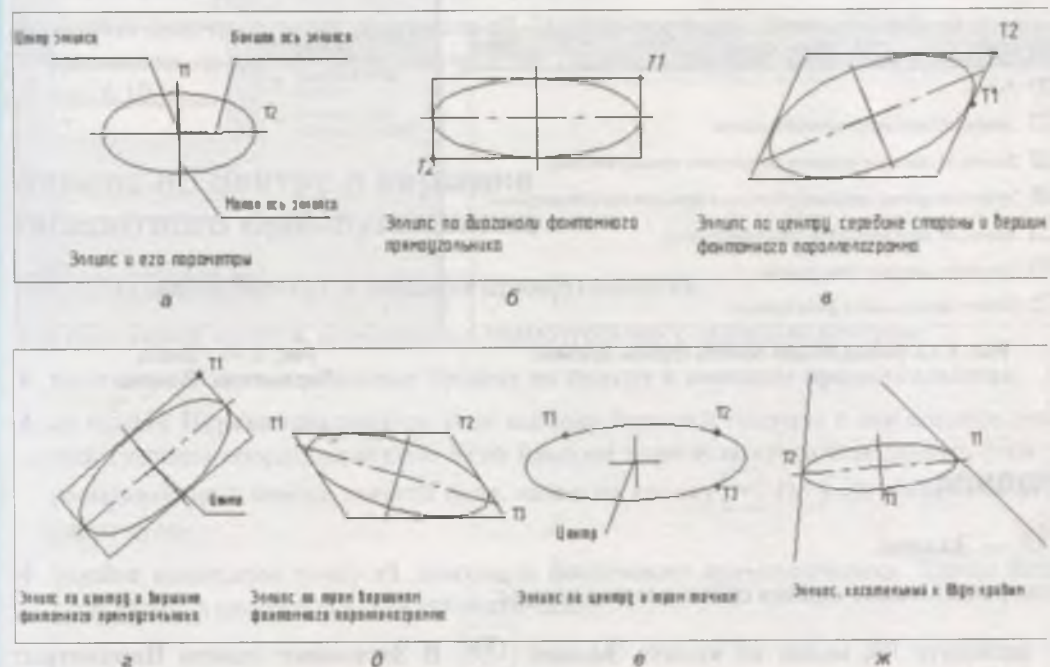

Рис. 6.12. Параметры эллипса и способы построения
Прежде чем приступить к построению эллипса, необходимо уяснить основные параметры эллипса (координаты центра, направление и размер большой и малой осей) а также вспомнить способы построения эллипсов (рис. 6.12).
- ◆ задайте конечную точку диагонали **t2**. Эллипс построен. Длины полуосей система рассчитала автоматически. Построение эллипса данным способом показано на рис. 6.12, б.
- ◆ задайте точку **t2** вершины параллелограмма. Длины полуосей система рассчитала автоматически. Построение данным способом показано на рис. 6.12, в.
- ◆ задайте положение вершин **t1**, **t2**, **t3** параллелограмма, описанного вокруг создаваемого эллипса. Построения показаны на рис. 6.12, *з*, *д*.
Построения показаны на рис. 6.12, *е*, *ж*.